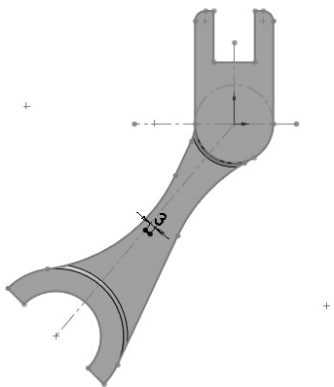

图 3-73 绘制草绘图形
STEP 2 显示出本实例创建的第 1 个草图, 然后在模型上表面的草绘模式中, 绘制一条与其斜虚线垂直, 且长度为 3 的直线, 如图 3-73 所示。